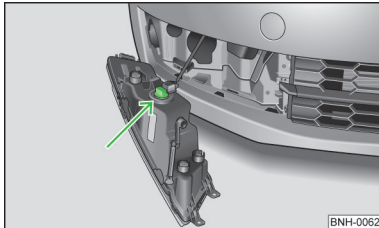

Abb. 175
- › Den Stecker abziehen » Abb. 175.
- › Den Lampensockel bis zum Anschlag entgegen dem Uhrzeigersinn drehen und herausziehen » Abb. 175.